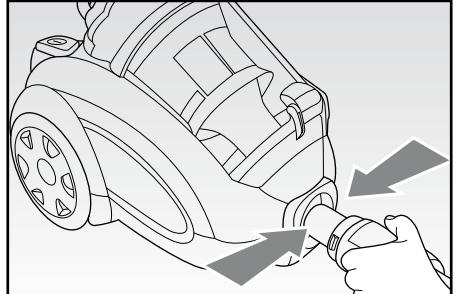

Fig. 2
- Inserire il manico (M) nell'apertura di entrata dell'aria (G) e premerlo fino allo scatto del blocco. Per rimuoverlo, è necessario premere contemporaneamente i due pulsanti di sblocco (P) ed estrarlo (Fig. 2).